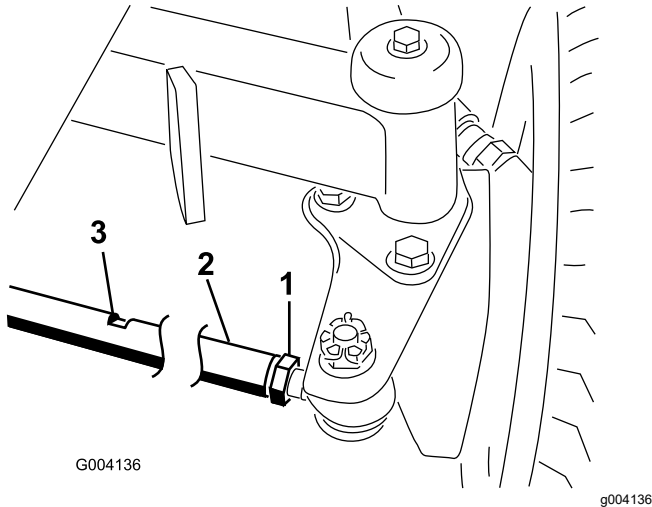

Figura 61
2. Desaperte a porca de bloqueio em cada extremidade da barra de direção (Figura 61).
3. Para inclinar as rodas, rode a barra de ligação rodando-a nas partes planas (Figura 61).
6. Aperte a porca de bloqueio em cada extremidade da barra de direção (Figura 61).